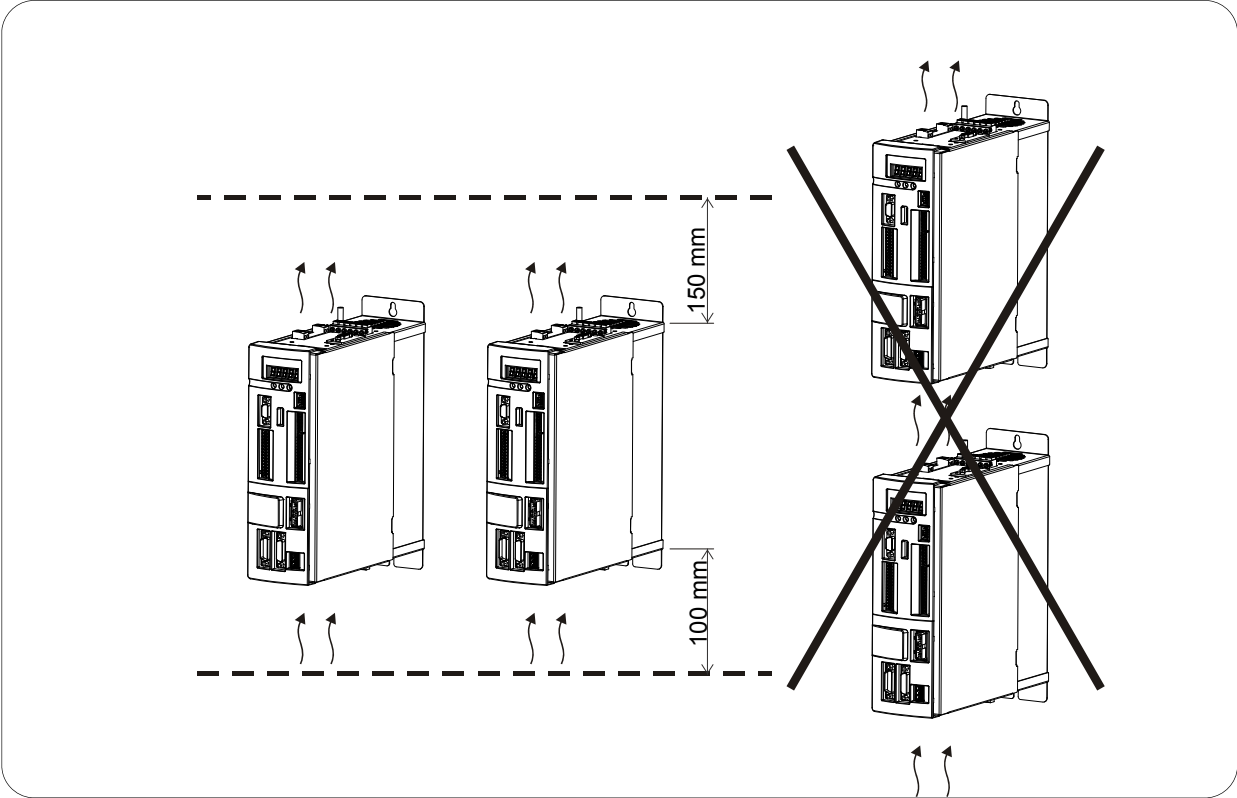

FIG. 5 (Installazione / Installation)
- 1) Posizionare l'azionamento **OPDE** mantenendo le misure minime di posizionamento (v. **FIG. 5**)
È OBBLIGATORIO INSTALLARE PIÙ AZIONAMENTI OPDE COME RIPORTATO IN FIG. 5 PER GARANTIRNE UNA BUONA VENTILAZIONE, SENZA CHE IL FLUSSO D'ARIA DI RAFFREDDAMENTO DI UN AZIONAMENTO INFLUISCA NEL L'ALTRO AZIONAMENTO.
- 1) *Position the **OPDE** drive observing the minimum clearances around it (see **FIG. 5**);*
IF SEVERAL OPDE DRIVES ARE TO BE INSTALLED, INSTALL THEM AS ILLUSTRATED IN FIG. 5 TO ENSURE PROPER VENTILATION AND PREVENT THE COOLING AIR FLOW FROM ONE DRIVE FROM INTERFERING WITH THE OTHER DRIVE.